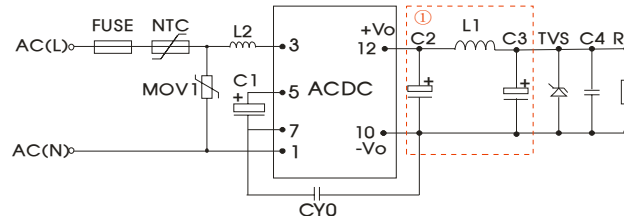

图 1: 典型应用电路
辐射骚扰	CISPR22/EN55022, CLASS A(典型应用电路见图 1)
- 2、输出必须外接Pi型滤波电路,如典型应用图1;